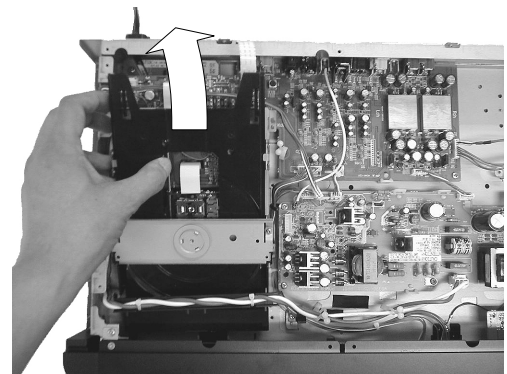

Fig. 5-4
5. Remove 4 screws and remove DVD mechanism module. (see Fig.5-4)
5. ネジを 4 本外し DVD モジュールを 取り外します。(Fig.5-4)